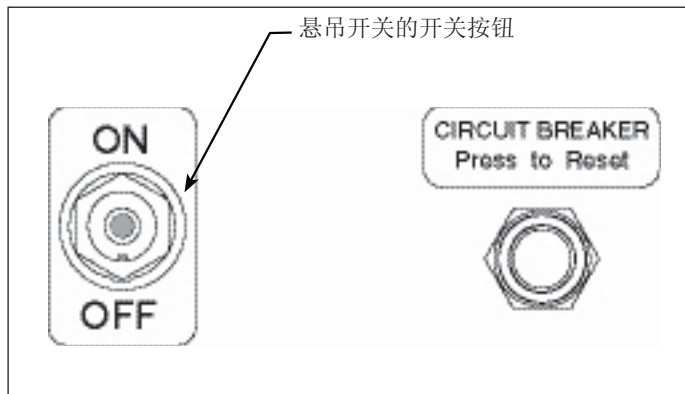

图 6 – 泵控制面板
5.1 泵开关（见图 6）
4. 将设备连接到电源上。将泵电源开关置于“ON”位置。见图 6。